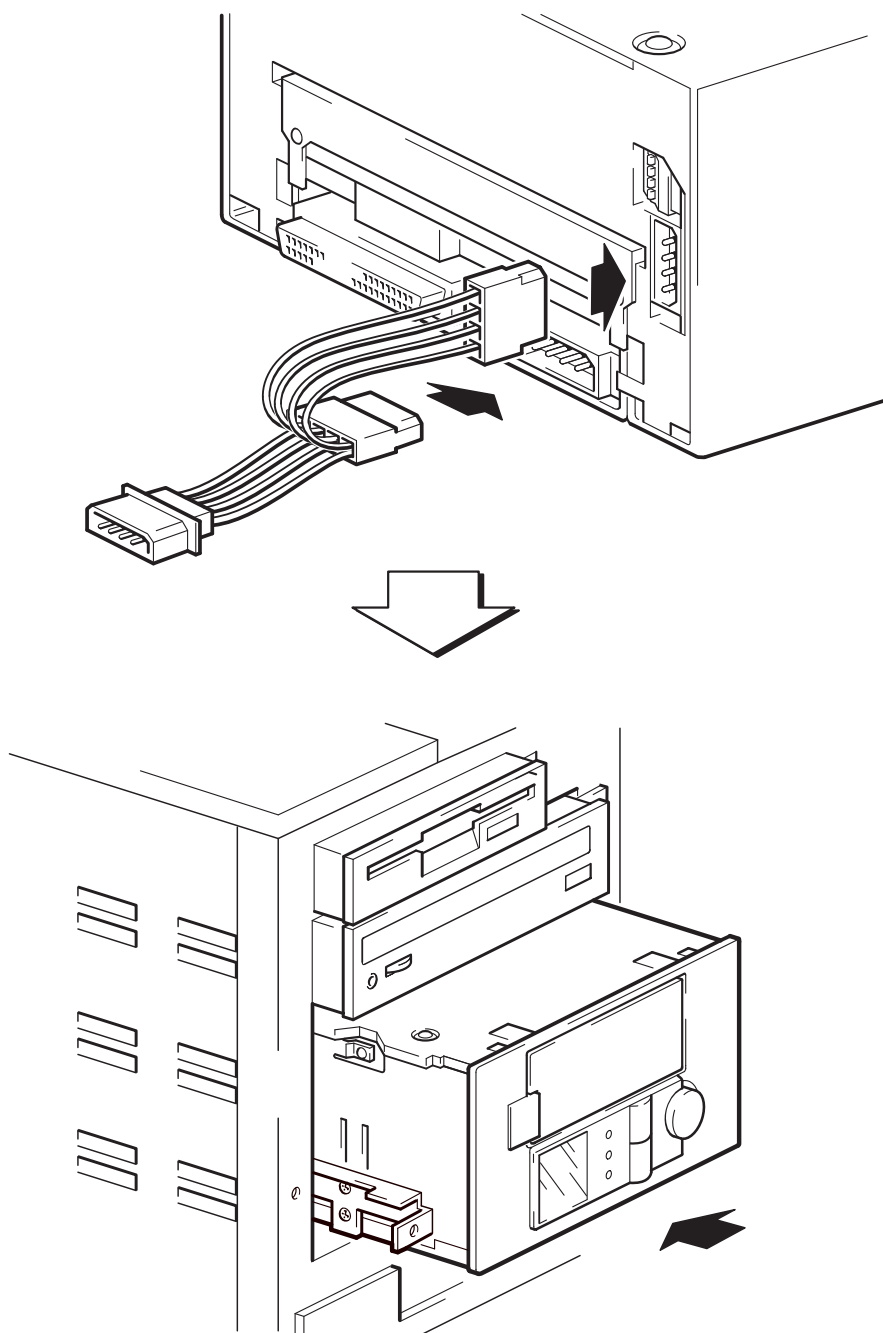

Figura 8: cómo conectar el cable en Y e instalar el dispositivo
- 1 Enchufe los conectores de alimentación hembra del cable en Y a las dos tomas de alimentación del cargador automático de cintas, como se muestra en la figura 8.
- 2 Deslice el cargador dentro del compartimento abierto, alineando la bandeja o los raíles con las ranuras del mismo, como se muestra en la figura 8.